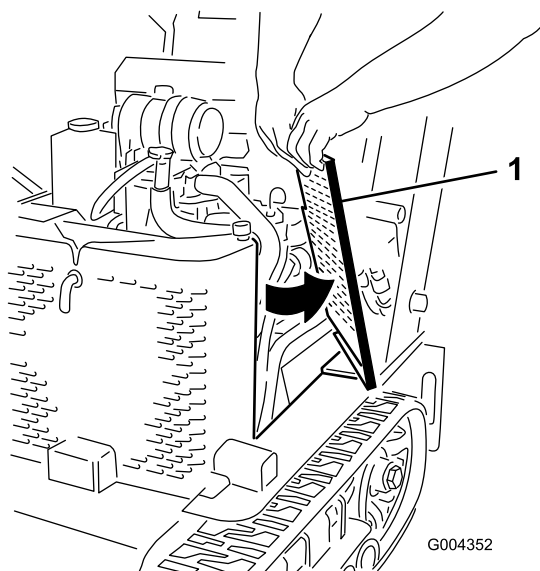

Figura 33
2. Far scorrere le griglie laterali (Figura 33) verso l'alto e al di fuori delle fessure nella griglia e nel telaio anteriori.